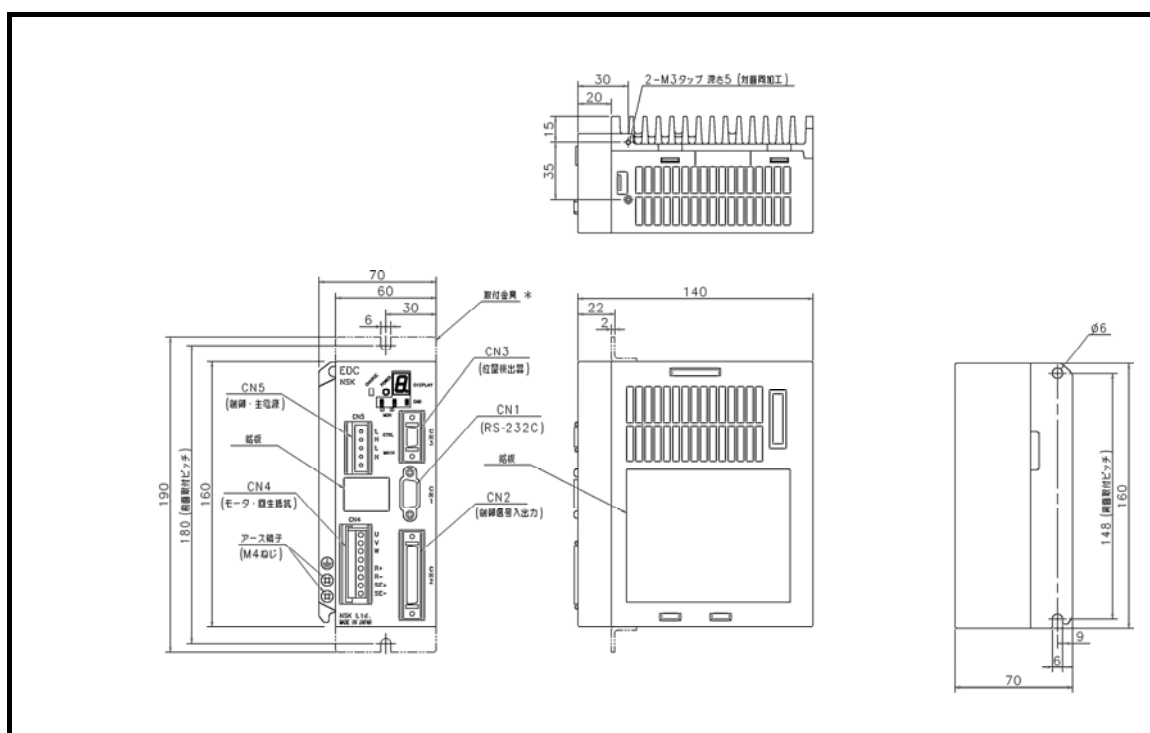

図2-3 : アナログ指令入力対応 EDC 型ドライブユニット外形寸法
- CN2 : 制御入出力コネクタ のピン配列を「図 2-3 : CN2 ピン配列」に示します。(工場出荷時の状態)